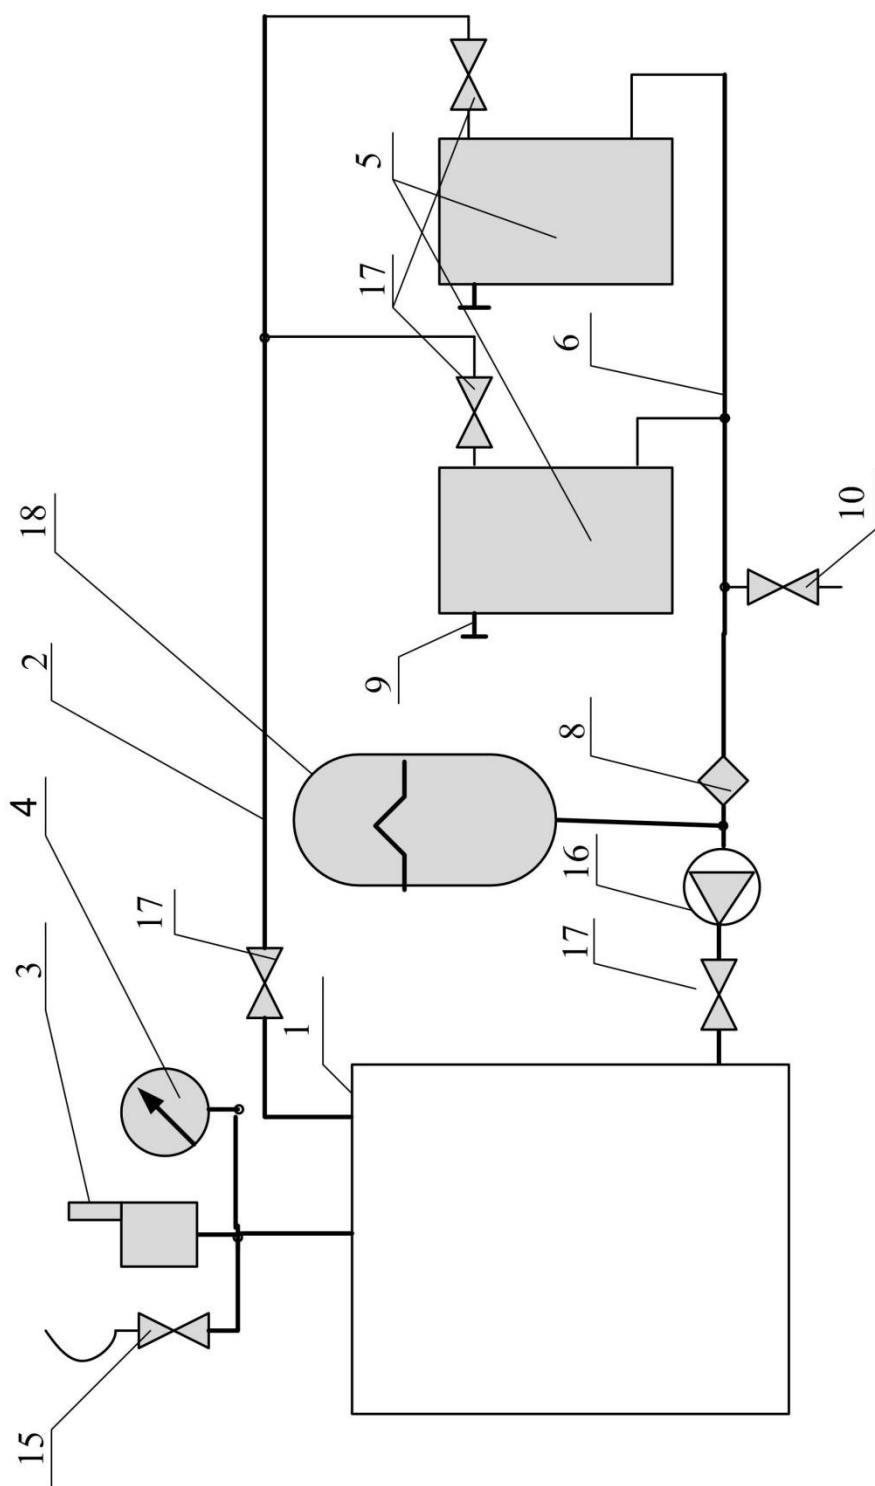

Рисунок 5 Рекомендована схема монтажу апарата в закритій системі опалення з примусовою циркуляцією теплоносія
6.10 Для закритих систем опалення **обов'язково** оснащувати систему блоком безпеки, що включає в себе розповітрявач, манометр та запобіжний клапан на тиск спрацювання 2,0 кгс/см². (поз.3, 4, 15 рисунок 5)